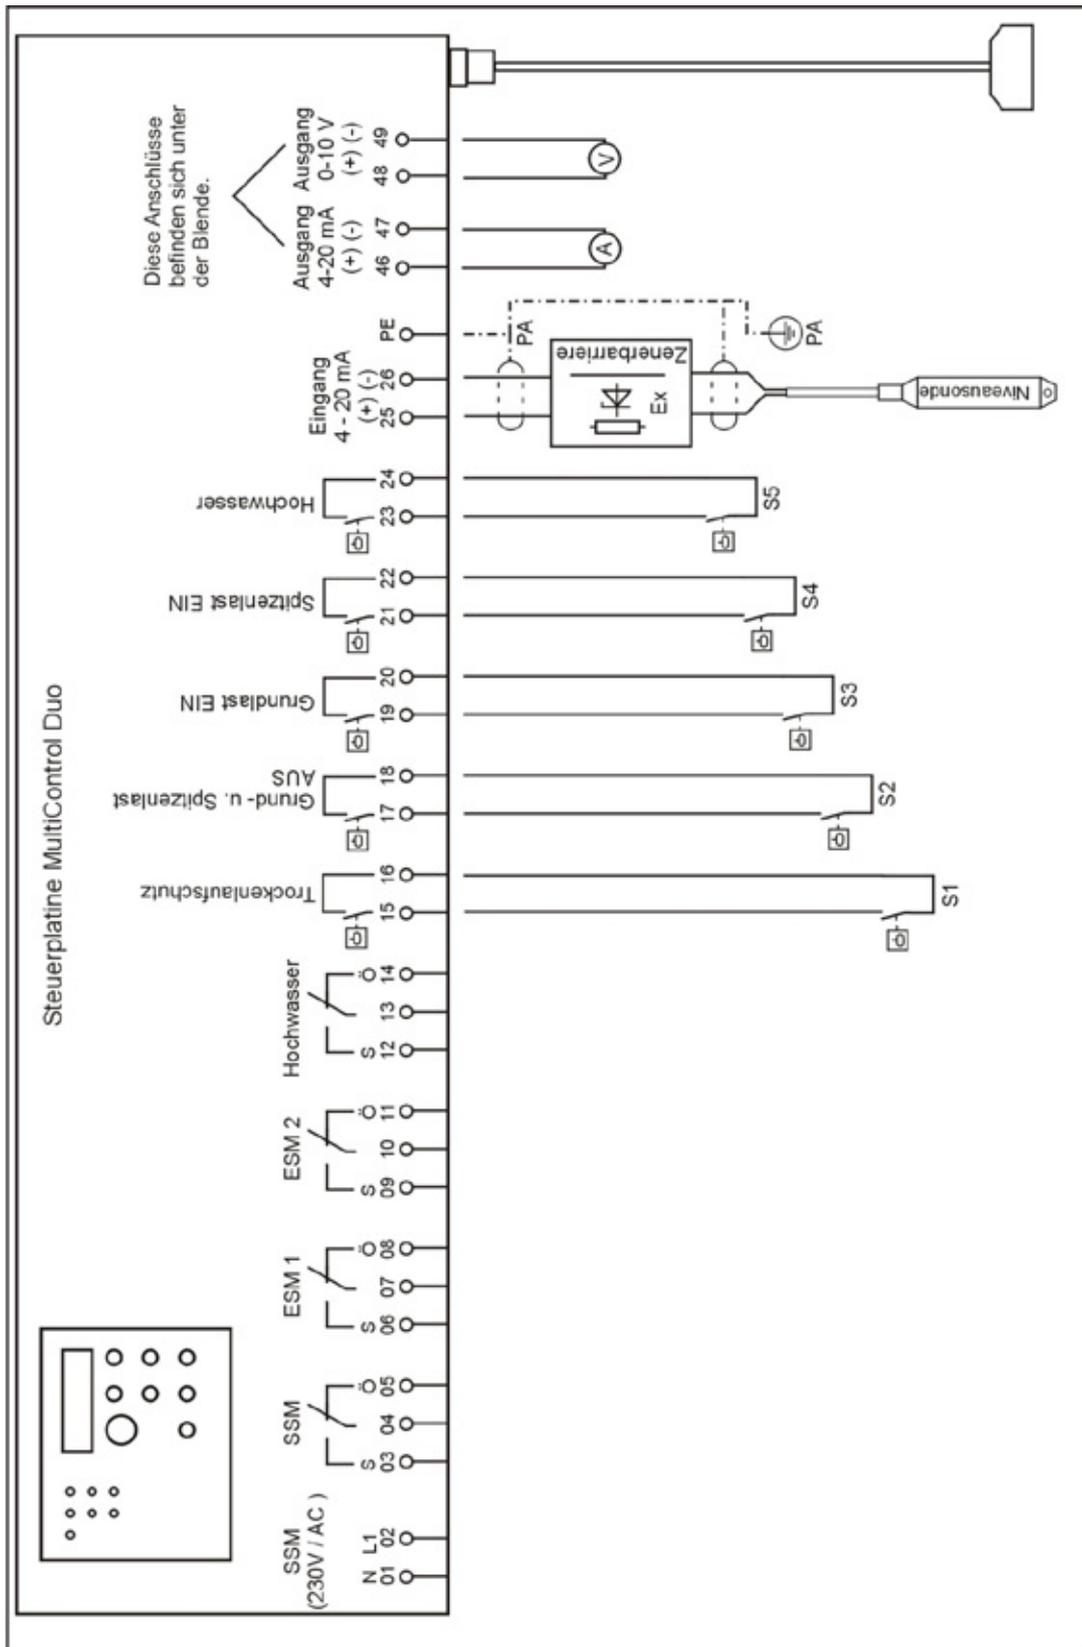

Bild 2
6.4 - 7 Conexión eléctrica de las salidas de mensajes de error y de las entradas de señales (fig. 2 del anexo)